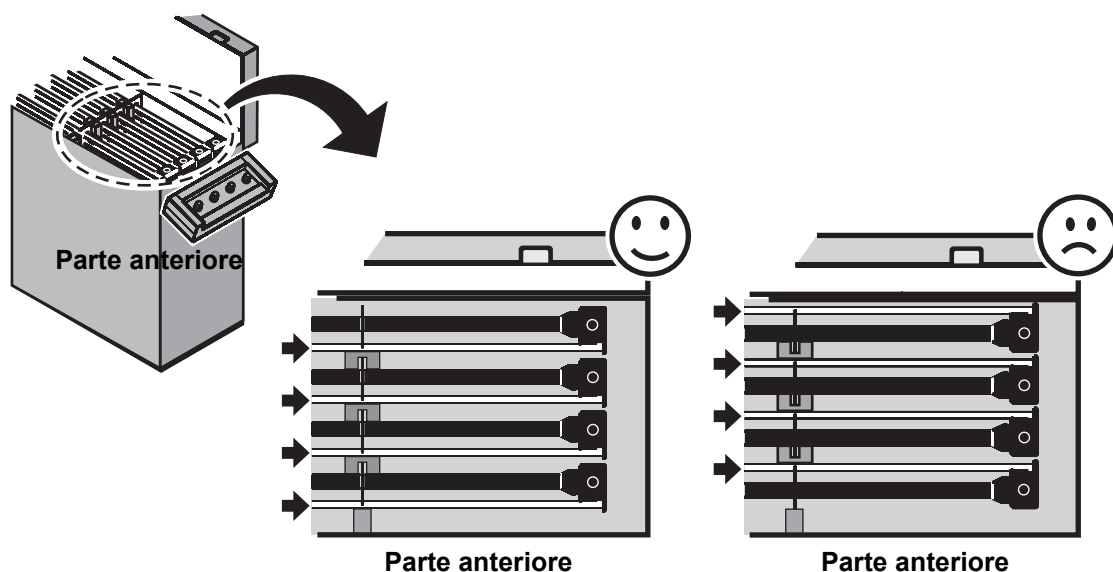

Figura 2: orientamento del pannello nella custodia flightcase
1. inserire i pannelli con i tubi a LED chiari rivolti verso la parte anteriore della custodia flightcase come mostrato in Figura 2, e